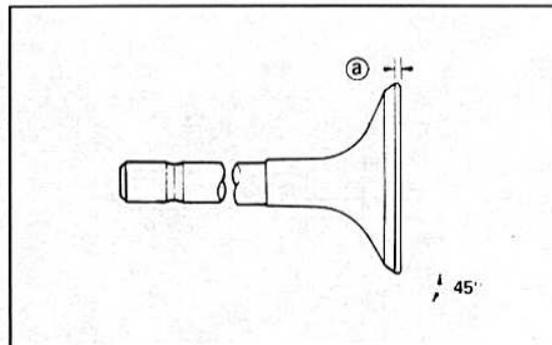

Bild 138
- Den Sitz am Ventil auf Unversehrtheit untersuchen. Werden Brandstellen oder ein eingeschlagener Sitz vorgefunden kann das Ventil am Sitz in einem Winkel von 45° auf der Ventilschleifmaschine nachgearbeitet werden. Die minimale Randdicke von 0,7 mm darf nicht unterschritten werden (Bild 138).